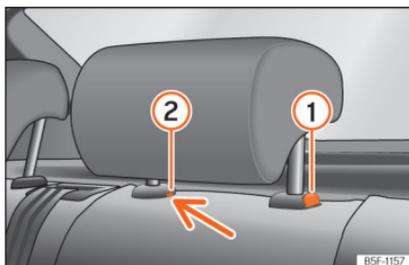

Fig. 118 Encostos de cabeça traseiros: desmontagem.
- Pressione o botão »» **Fig. 118 ①**, pressionando ao mesmo tempo através do orifício da trava de segurança **②** com uma chave de fendas plana com um máximo de 5 mm de largura e retire o encosto de cabeça.